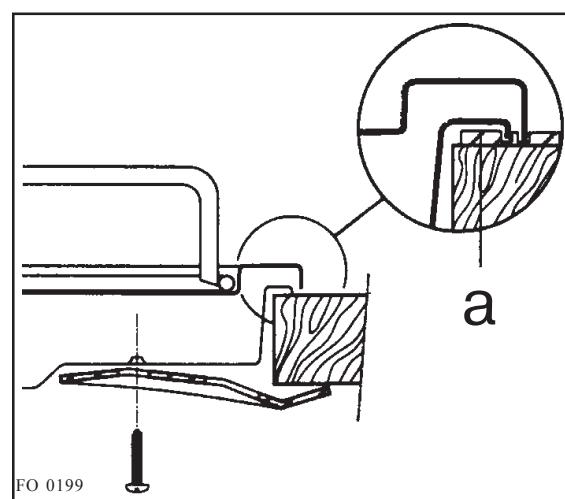

Рис. 6
3. Закрепите панель соответствующими винтами (Рис. 6). При затягивании винтов избытки уплотнений могут выступить наружу; их можно легко удалить.